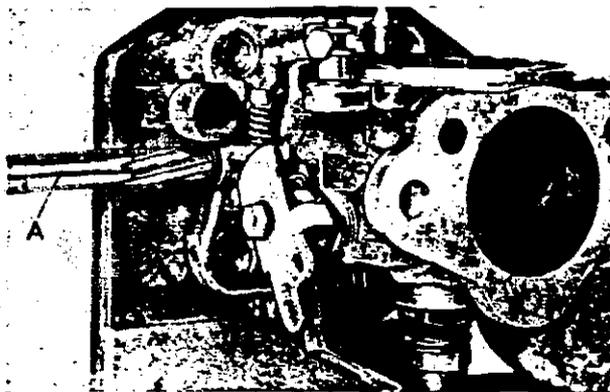

Abb. 108 Aufreiben des Buchsensitzes
2. Ständer SVO 2603 in einem Schraubstock einspannen und den Vergaser mit den Haken in den Ständer einsetzen, siehe Abb. 108. Für Arbeiten mit dem SU-Vergaser wird der dicke Bolzen des Ständers verwendet. Beachten, daß das Loch des Bolzens in einer Linie mit dem Loch der Drosselklappenwelle liegt.
3. Mit Reibahle SVO 2880 (wahlweise SVO 2400) die Buchsen herausreiben und die Öffnungen für die Drosselklappenwelle im Gehäuse aufreiben, siehe Abb. 108. Die Reibahle nicht durch die Öffnung zurückziehen, sondern deren Befestigung lösen und die Reibahle in Arbeitsrichtung durch die Öffnung in der Grundplatte schieben. Wird das Aufreiben in einer Säulenbohrmaschine vorgenommen, ist die geringste Geschwindigkeit zu verwenden und die Reibahle sorgfältig festzuspannen, damit diese nicht schlägt. Schlagen der Reibahle führt zu Vergrößerung der Öffnung, die Buchsen wer-